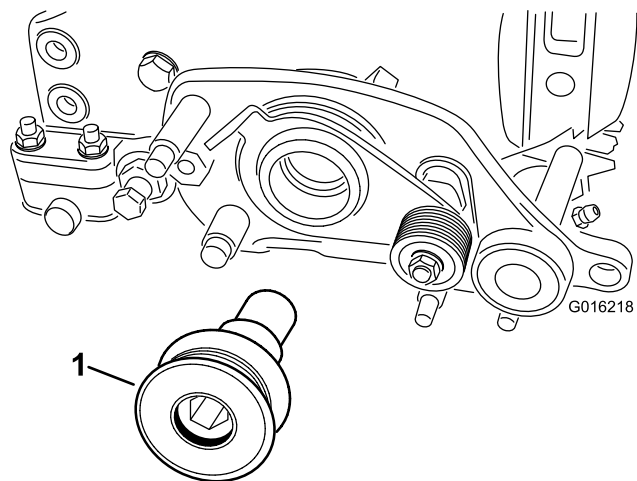

图10
25. 将疏草刀驱动皮带轮固定至滚刀右侧的滚刀轴然后上紧扭矩至 170N·m 图10。